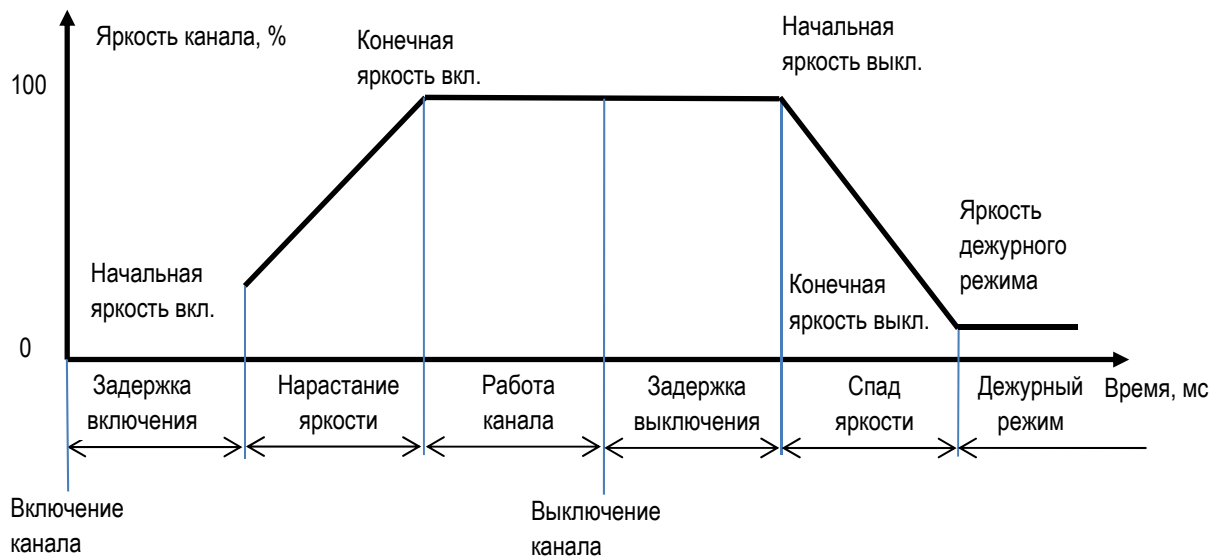

Рис. 4.
1. **“Задержка вкл., мс”**. Задержка включения - время в мс, через которое включится канал, рис. 4. Значение 0 отключает канал, значение больше 0 включает канал. Максимальное значение 65535.
2. **“Нач. ярк. вкл., %”**. Начальная яркость включения – яркость в %, с которой начинается включение канала, рис. 4.
3. **“Кон. ярк. вкл., %”**. Конечная яркость включения – яркость в %, при которой включен канал, рис. 4.
5. **“Задержка выключения”**. Задержка выключения - время в мс, через которое начнёт выключаться канал, рис. 4. Диапазон значений 0-65535.
6. **“Нач. ярк. выкл., %”**. Начальная яркость выключения – яркость в %, с которой начинается выключение канала, рис. 4.
7. **“Кон. ярк. выкл., %”**. Конечная яркость выключения – яркость в %, до которой будет происходить выключение канала, рис. 4.
8. **“Спад. ярк., мс”**. Спад яркости – время в мс, в течение которого происходит изменение яркости от начальной яркости выключения и до конечной яркости выключения, рис. 4. Диапазон значений 0-65535.
10. **“Ярк. деж. реж., %”**. Яркость дежурного режима – яркость в % работы канала в дежурном режиме, рис. 4.